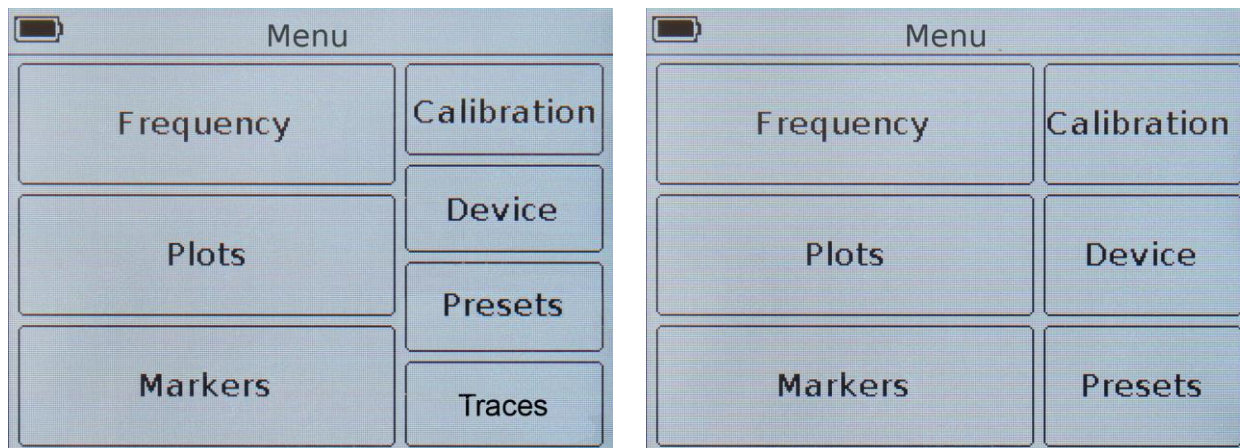

Рисунок 9.1 – Главное меню приборов ARINST VR 1-6200 и ARINST VR 23-6200
9.2.1. Для установки частотного задания войдите в главное меню прибора (Рисунок 9.1), нажав кнопку (12) «**MENU**». Войдите в раздел **Frequency**. На экране появится меню, как на рисунке 9.2.
9.3.1. Для выбора отображаемых на экране прибора графиков, и настройки отображаемых на этих графиках параметров, войдите в главное меню прибора (Рисунок 9.1), нажав кнопку (12) «MENU». Войдите в раздел **Plots**. На экране появится меню, как на рисунке 9.7.
9.4.1. Войдите в главное меню прибора (Рисунок 9.1), нажав кнопку (12) «MENU». Войдите в раздел **Markers**. На экране появится меню, как на рисунке 9.8.